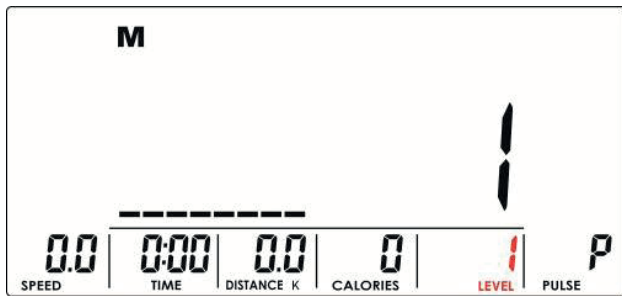

Fig. 4
2. Réglez le niveau de résistance à l'aide des touches UP/DOWN (fig. 4). La valeur affichée par défaut est 1.